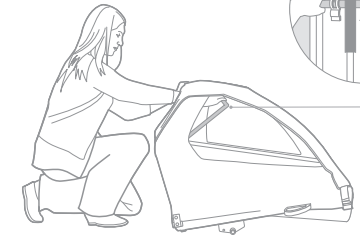

Figura 3
2. Bloquee las barras juntas apretando sobre los ganchos (figura 3).
2. Debajo de la cubierta (figura 3), levante los ganchos rojos a la izquierda y a la derecha para soltar los tubos del marco.